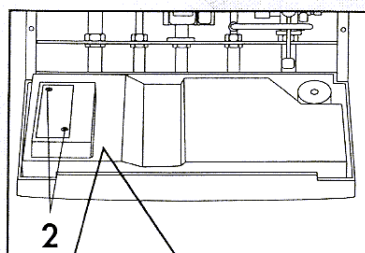

Fig. 2
- Desatornillar los tornillos de sujeción (2) de la tapa y accedan a la zona de conexiones eléctricas (fig.2).